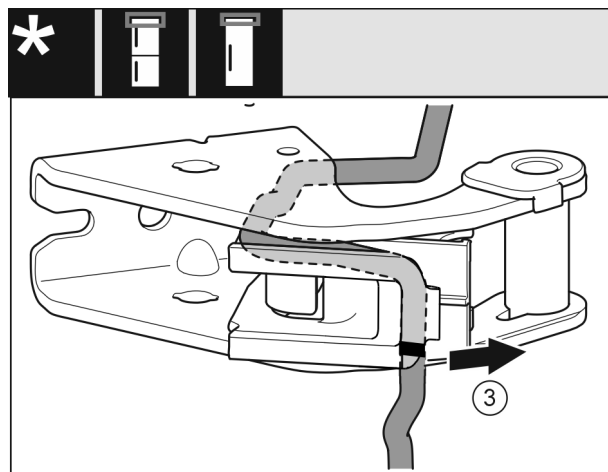

Fig. 18
- ▶ Demonteerige kaabel koos kaablihoidikuga laagripukilt. Fig. 18 (3)